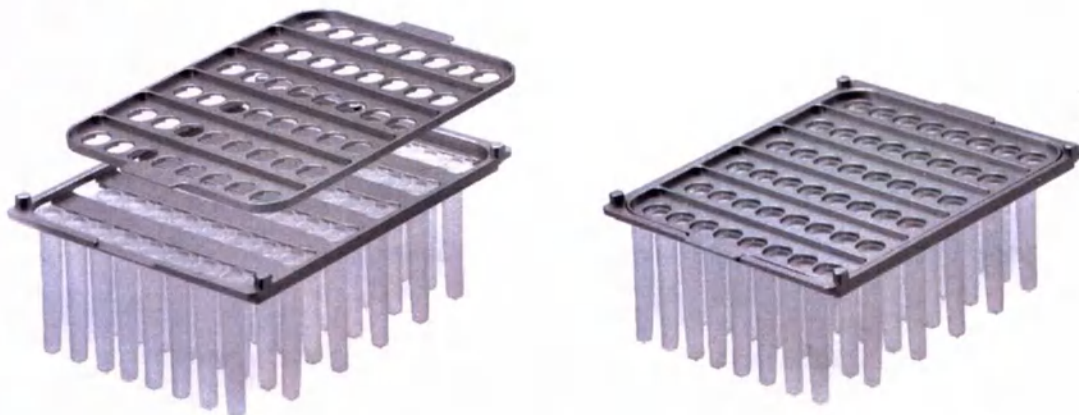

Рисунок 6 – Установка фиксатора защитных насадок «COLIBRI 48»
– Установите фиксатор защитных насадок «COLIBRI 48», входящий в комплект поставки станции, в пазы держателя так, чтобы отверстия фиксатора точно совпали с отверстиями защитных насадок (см. рисунок 6).